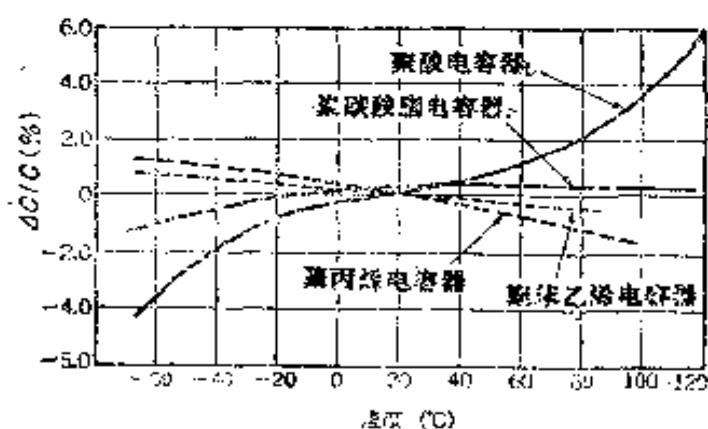

图4-8 各种有机薄膜电容器的容量温度特性
这种电容器的特点是 $\text{tg } \delta$ 和介电吸收③小，绝缘电阻高，只要是容量符合要求，就能使用在一般的模拟电路中。图4-8给出了各种有机薄膜电容器的温度特性，由此图可知，聚苯乙烯电容器的温度特性最好，所以在精度要求高的场合，可使用这种聚苯乙烯电容器。
④ 金属化有机薄膜电容器(照片4-13)：有机薄膜电容器绝缘膜的两面有电极箔，而这种金属化有机薄膜电容器则是在薄膜上，蒸发上铝等金属，以取代上述电极箔，做成电极。由于此结构特点，较之有机薄膜电容器更加可以实现大容量和小型化。